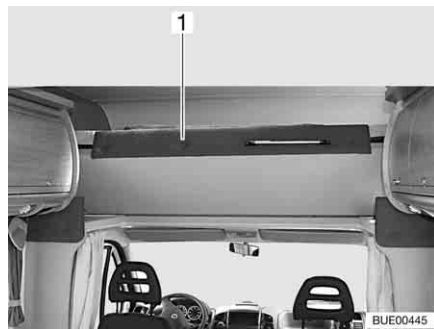

Bild 101 Alkovsäng, uppfälld
- Fäll upp alkovsängen (Bild 101,1) framtill. Alkovsängen hålls uppe av gasfjädrar.